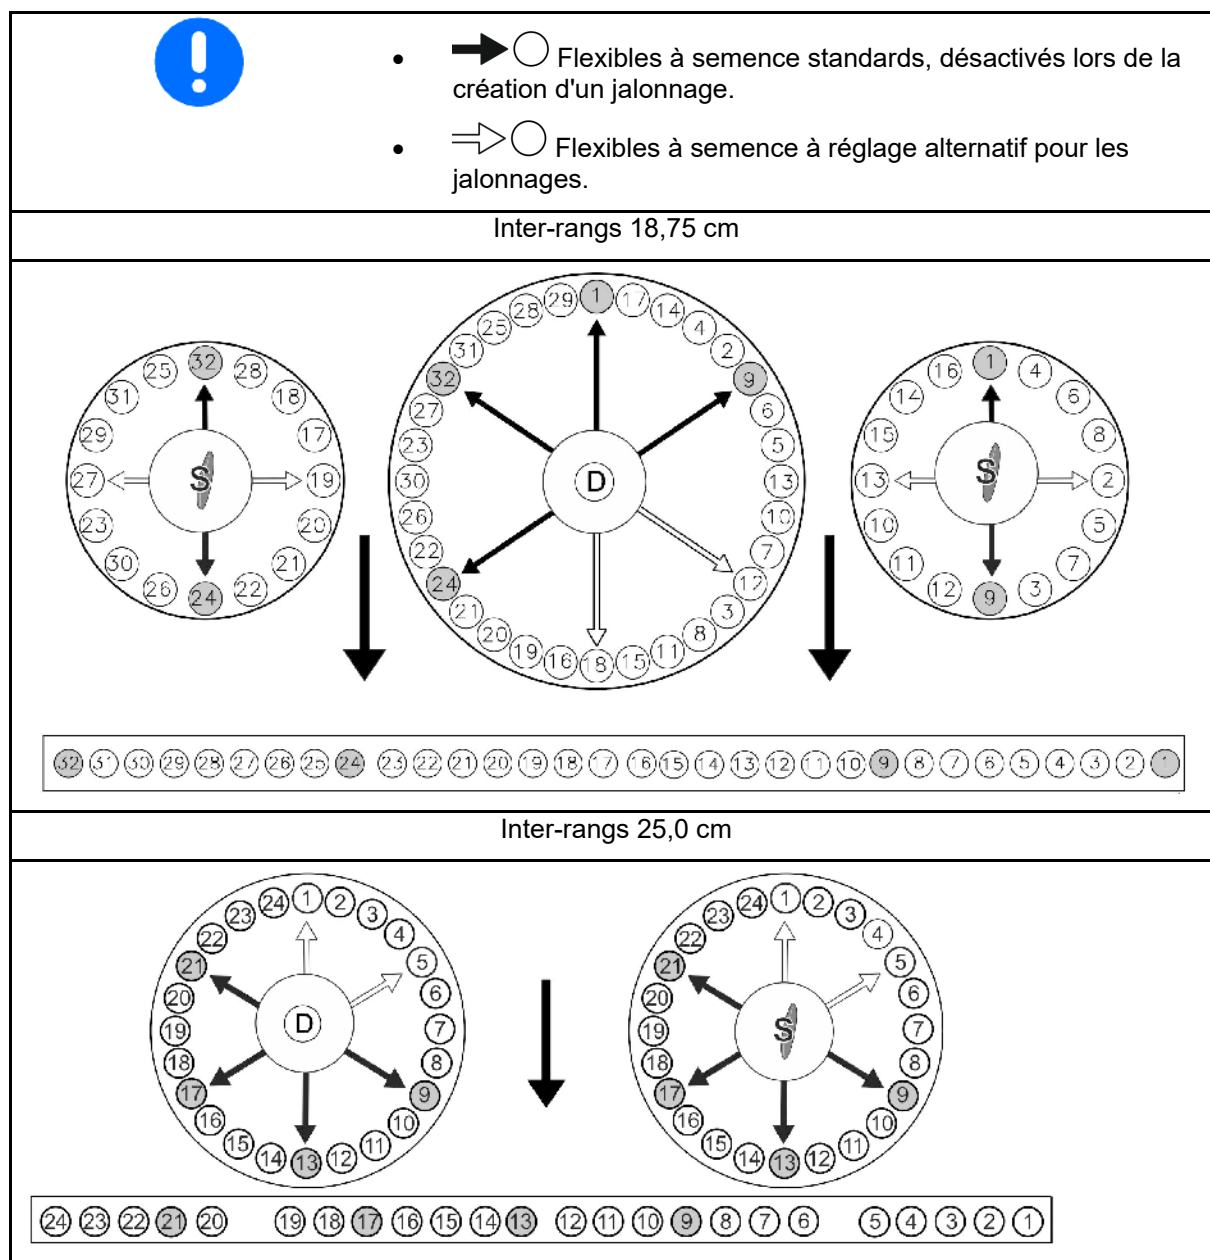

Fig. 137
6. Défaites le filtre à huile (Fig. 137/1) avec les 3 vis et remplacez la cartouche du filtre à huile.